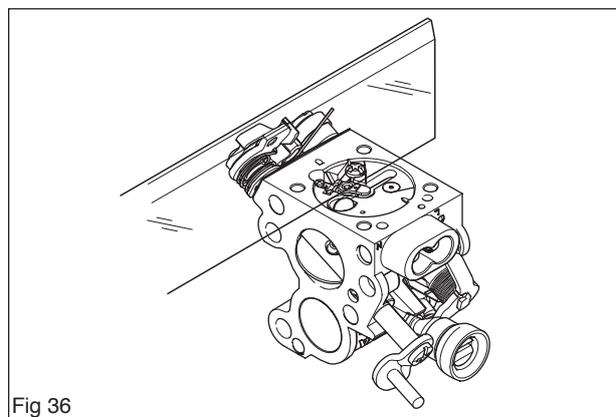

Fig 36
6. Contrôler à l'aide d'une règle que le levier est au même niveau que la surface de montage du couvercle. Si nécessaire, plier le levier (voir la figure 36).